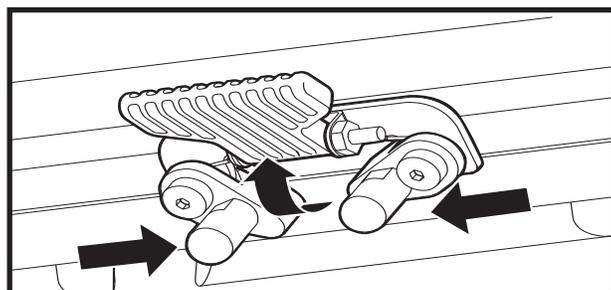

Figure 11. Loquet de sécurité (Deverrouille)
5. Basculez le loquet du siège vers le haut. **Voir la figure 11.**
6. Comprimez le loquet pour détachez le siège de la barre trapèze avant. **Voir la figure 11.**